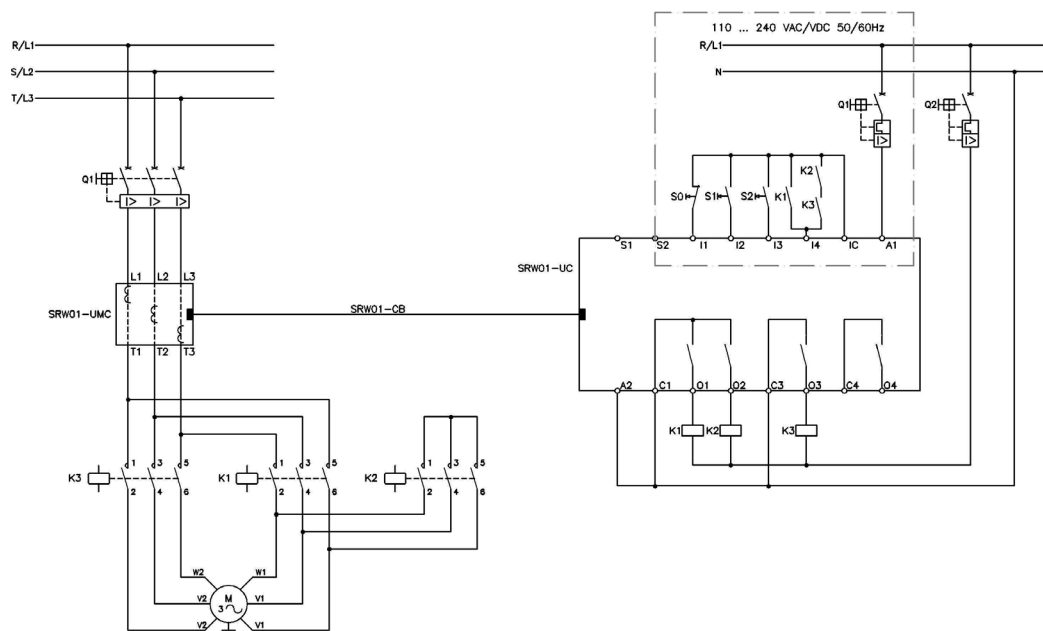

Figura 5.15 - Esquema de ligação para o Modo de Operação Partida Dahlander utilizando entradas digitais em 24 Vcc e acionamento por botoneiras (P230 = 1)
O esquema da figura 5.15 apresenta um exemplo da utilização da Unidade de Controle (UC), no modo de operação Partida Dahlander com acionamento através das entradas digitais (P229 ou P232 = 0) em 24 Vcc, utilizando lógica de controle a três fios (botoneiras) (P230 = 1).